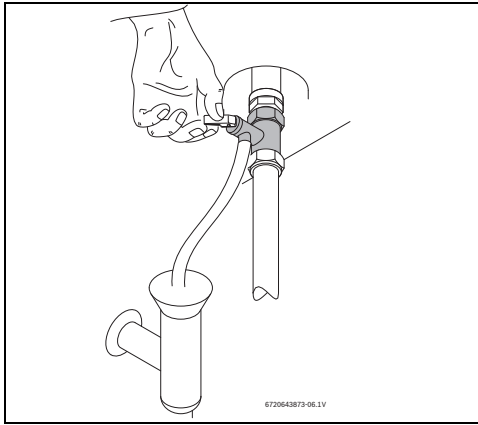

Fig. 12 Ouverture manuelle de la soupape de sécurité
- ▶ Ouvrir la soupape de sécurité (fig. 12).
- Ouvrir la soupape de sécurité au moins une fois par mois (fig. 12).